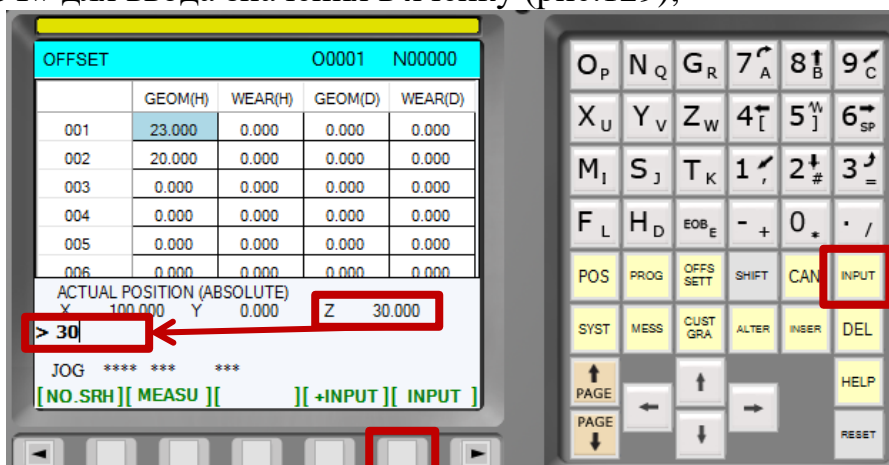

Рис.129. Поле «Z» и кнопки «INPUT»
6. Ввести текущее значение **абсолютных** координат по Z и нажать «INPUT» для ввода значения в ячейку (рис.129);